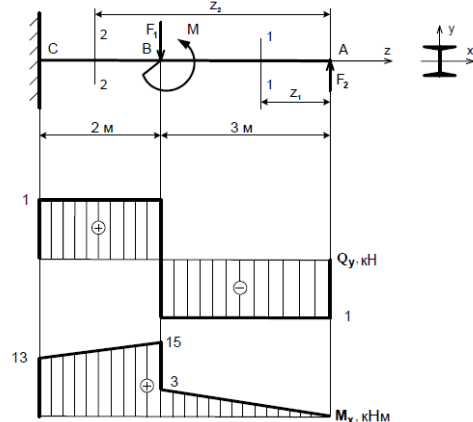

Рисунок 10 – К расчету балки
3. Определяем значения изгибающих моментов  $M_x$  в характерных сечениях и строим эпюру  $M_x$  (рисунок 10).
Для заданной консольной балки (рисунок 10) построить эпюры  $Q_y$ ,  $M_x$  и подобрать двутавровое сечение, если: